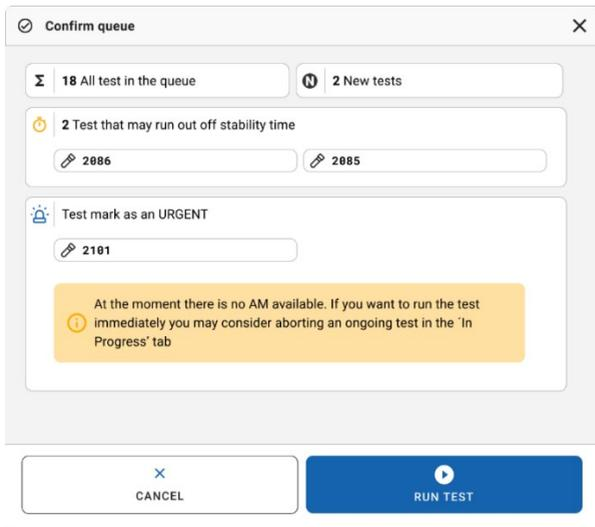

Abbildung 73. Bestätigungsdialog während des Laufs.
Eine Probe kann bei Bedarf auch während des Laufs priorisiert werden. Ist in einem solchen Fall kein verfügbares Analysemodul (AM) vorhanden, muss eine andere derzeit analysierte Probe abgebrochen werden, um die Priorisierung durchzuführen (Abbildung 73).